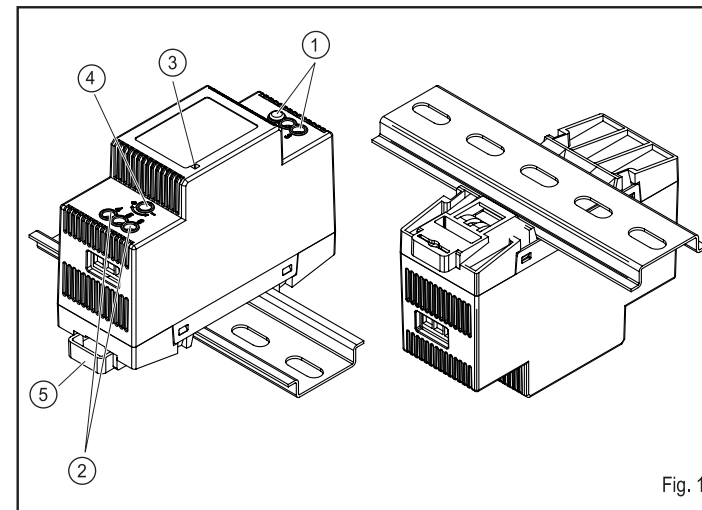

Fig. 1
2. Installation Fig. 1, 2
- ① AC Input
- ② DC Output
- ③ LED DC OK
- ④ Potentiometer 11-14 V DC
- ⑤ Universal snap-on foot for EN DIN rails.
2. Installation Fig. 1,2
- ① Entrée Secteur AC
- ② Sorties alimentation DC
- ④ Potentiomètre 11-14 V DC
- ⑤ Fixation pour Rail DIN.
4. Input ①, Fig. 1
4. Entrée ①, Fig. 1